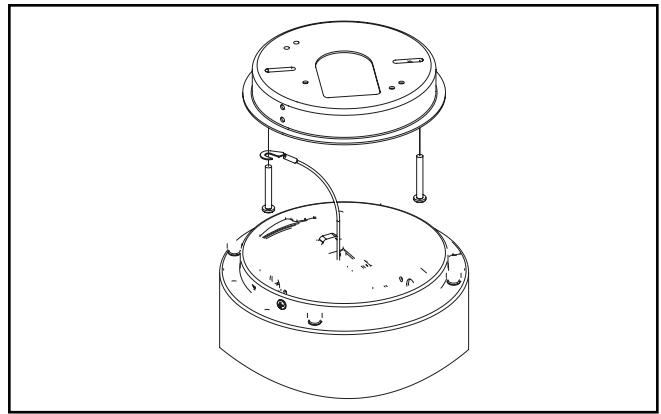

Figure 4.
4. Fixez le câble d'attache sous une vis de montage de la boîte de jonction. (Figure 4).
3. Fixez le câble d'attache arrière du montage mural à la vis de montage de la boîte de branchement comme montréconformément à la Figure 4.